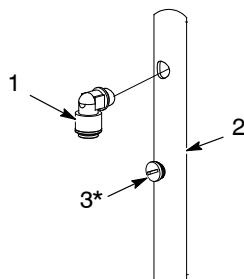

Рис. 3 Трубка коллектора с фитингом и заглушкой
- См. рис. 3. Смонтировать фитинги (1) в узле трубок коллектора (2) рядом с местоположением распылителя с обеих сторон его паза. Заглушить (3) все неиспользуемые отверстия в узле трубок коллектора.